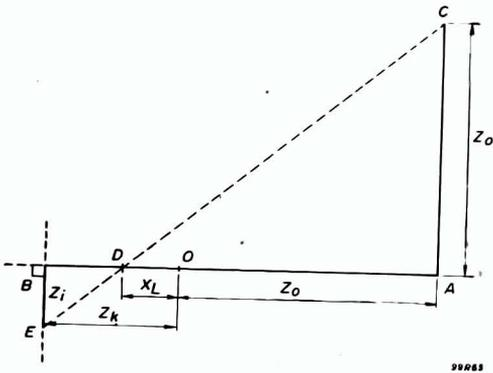

FIG. 65
3. $\overline{OD} < \overline{OB}$; o ponto E está situado abaixo de $SBOA$ (fig. 65).